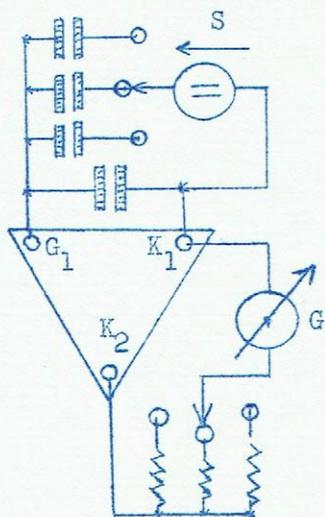

Figure 1
- La grille admettant au maximum 20 Volts, les calibres supérieurs à cette valeur, sont obtenus au moyen du diviseur de tension à capacités (fig. 1).